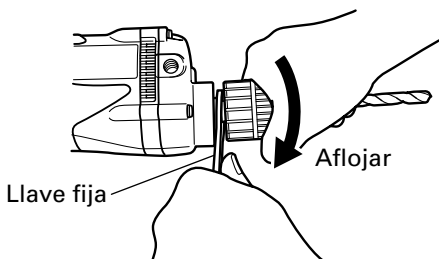

Fig. 4
- (1) Abra las mordazas del portabrocas e inserte la broca en el portabrocas. Para abrir las mordazas del portabrocas, sujete el anillo mientras gira el manguito en el sentido contrario a las agujas del reloj (visto desde el lado delantero).
- (2) Sujete el anillo firmemente y gire el manguito en el sentido de las agujas del reloj. Apriete firmemente.
- (3) Para sacar la broca, sujete el anillo firmemente y gire el manguito en el sentido contrario a las agujas del reloj.
- (4) Si no consigue aflojar el manguito, fije el husillo utilizando una llave fija, sujete el manguito firmemente y gírelo en la dirección de aflojamiento (en sentido contrario a las agujas del reloj visto desde adelante). (Fig.4)